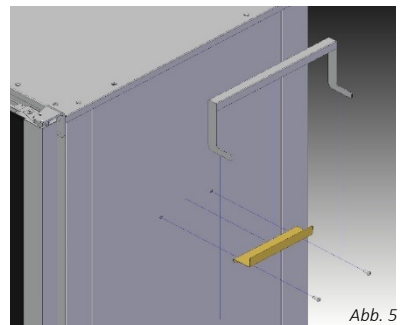

Abb. 5
- Sobald die Stellen bekannt sind, wo die Glasscheibe stärker an der Dichtung haften soll: Legen Sie zur Einstellung eine angemessene Anzahl von Scheibchen unter die Scharniere der inneren Glasscheibe (Fotos 3 und 4) und/oder schrauben Sie den Türstift so weit wie notwendig ein (Abbildung 5).
- Befestigen Sie die Halterung mit der mitgelieferten Schraube in der verriegelten Position. Die Halterung dient zum Aufhängen des Wagen-Handgriffs (*Abb. 5*).